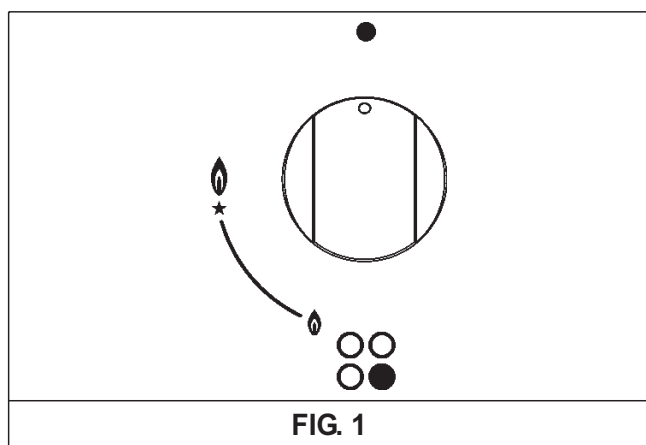

FIG. 1
Premere e ruotare in senso antiorario la manopola corrispondente al bruciatore da usarsi, portarla sulla posizione di Massimo (fiamma grande fig. 1) ed accostare un fiammifero acceso al bruciatore.
Premere e ruotare in senso antiorario la manopola corrispondente al bruciatore da usarsi, portarla sulla posizione di Massimo (fiamma grande fig. 1) quindi premere e rilasciare il pulsante d'accensione "E".
Premere e ruotare in senso antiorario la manopola corrispondente al bruciatore da usarsi, portarla sulla posizione di Massimo (fiamma grande fig. 1) quindi premere la manopola a fondo.
Con i bruciatori dotati di termocoppia di sicurezza, si deve ruotare in senso antiorario la manopola corrispondente al bruciatore da usarsi, portarla sulla posizione di Massimo (fiamma grande fig. 1) sino ad avvertire un piccolo fermo quindi premere la manopola e ripetere le operazioni indicate precedentemente.
- Quando si è giunti all'ebollizione portare la manopola in posizione di Minimo (fiamma piccola fig. 1).
- ***l'accensione dei bruciatori con termocoppie di sicurezza può avvenire solamente quando la manopola è sulla posizione di Massimo (fiamma grande fig. 1).***